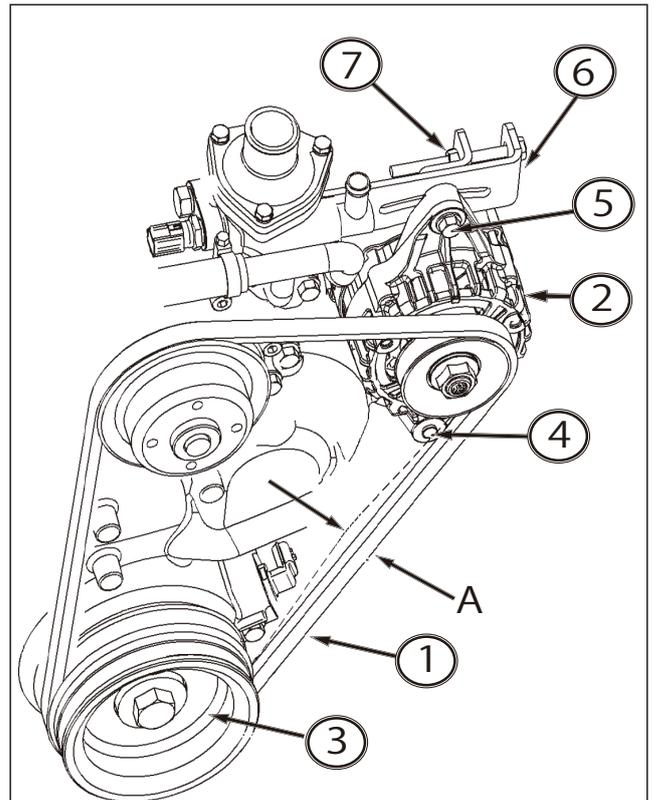

FIG. 162
FIG.162: Puede acceder a la correa del ventilador (1) desde la parte trasera derecha del motor abriendo el capó del motor. Compruebe la tensión y los daños de la correa.